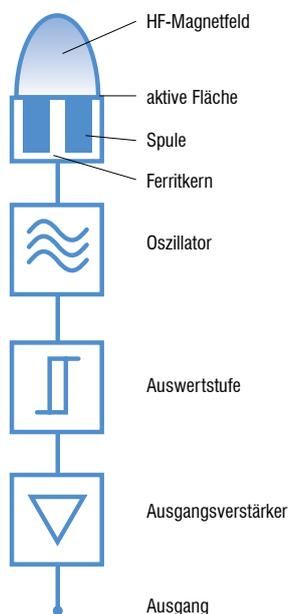
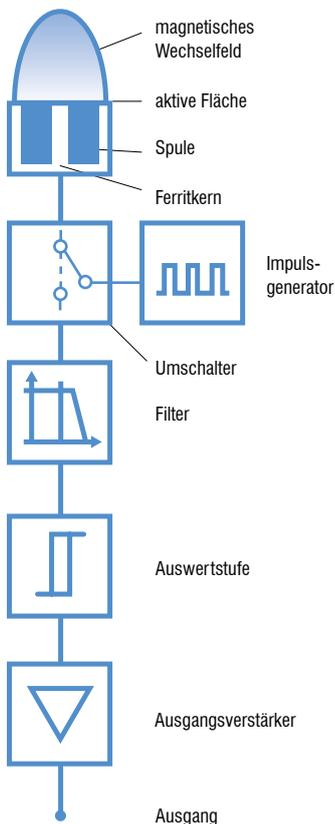
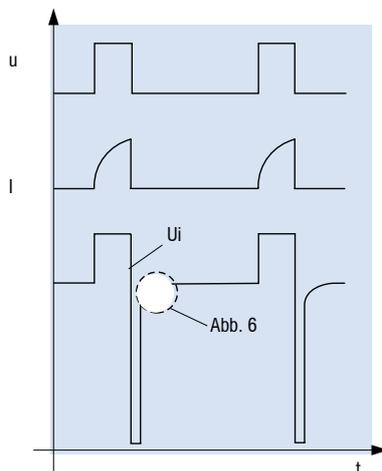
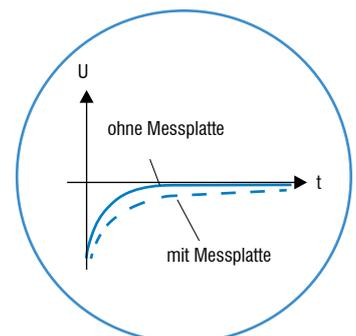

Abb. 1: Konventionelle Technologie induktiver Sensoren wie sie in der Classics-Familie zum Einsatz kommt
Abb. 4: Sensoren der Full Inox-Familie arbeiten nach dem Condnet®-Verfahren mit Impuls-generator statt Oszillator
Abb. 5: Entwicklung der wichtigsten Signale
Abb. 6 (Detail Abb. 5): Einfluss eines Objekts auf das gemessene Signal
In **Classics**-Sensoren wird durch die Spule eines konventionellen Schwingkreis-Oszillators ein hochfrequentes Magnetfeld erzeugt, das an der aktiven Fläche austritt. Ein metallischer Gegenstand, der sich in diesem Feld befindet, entzieht ihm Energie, was von der eingebauten Elektronik erkannt und ausgewertet wird (Abb. 1).
**Full Inox**-Sensoren arbeiten ebenfalls nach dem induktiven Verfahren. Allerdings wird die das magnetische Feld erzeugende Spule nicht als Teil eines Oszillators eingesetzt (Abb. 4). Vielmehr wird das Feld durch periodische, kurze Sendestromimpulse, die durch die Spule fließen, erzeugt (Abb. 5). Das Feld induziert im zu erfassenden Objekt eine Spannung, die ihrerseits in diesem Objekt einen Stromfluss erzeugt. Nach dem Abschalten des **Sendestromimpulses** klingt der Strom im Objekt ebenfalls ab, wodurch jetzt in der Sendespule eine **Spannung rückinduziert wird** (Abb. 6).
**Zwei-Draht** DC, AC/DC und NAMUR Sensoren sind auf der **Classics**- (Abb. 1) Technologieplattform aufgebaut und umfassen Grössen von  $\varnothing 3$  mm bis M30 sowie eine  $5 \times 5$  mm quaderförmige Ausführung. Die Geräte sind für bündigen oder nicht bündigen Einbau und der Anschluss erfolgt mittels Kabel oder Stecker. Mit einem Schaltabstand von bis zu 15 mm gewährleisten Contrinex 2-Draht-Sensoren der Reihe **2-Draht** eine optimale Anlagenauslastung.
Für die Doppelblecherkennung werden Sensoren aus der **Full Inox**- (Abb. 4) Familie verwendet. Ihr Induktivverfahren ermöglicht es, zwischen einem oder zwei leitenden Blechen einer definierten Stärke zu unterscheiden und zwar bei einer Empfindlichkeit von 0,8 bis 1,2 mm pro Blech. Diese Unterscheidung hilft bei der Vermeidung des doppelten Einzugs in Stanz- und Umformprozesse, wodurch Werkzeugschäden verringert werden. Die einteilige Edelstahl-Konstruktion dieser Sensoren macht sie zu den langlebigsten auf dem Markt. Sie halten Kollisionen stand, die eine häufige Gefahr bei Doppelblecherkennungs-Applikationen in der Nähe von bewegendem Stahlblech sind: Ausfallzeiten werden somit minimiert.
Die von DNV zertifizierte **Maritime** Baureihe bündig einbaubarer Induktivsensoren bietet konkurrenzlose Leistungsmerkmale auf Basis der **Full Inox**-Technologie (Abb. 4). In einteiligem Edelstahlgehäuse V4A/AISI 316L mit Schutzart IP68/IP69K sind sie nicht nur dicht, sondern auch korrosionsbeständig und salzwasserresistent. Ihr EMV-Schutz erfüllt auch spezifische maritime Anforderungen, insbesondere hinsichtlich Stromversorgungsschwankungen und Niederfrequenz-Immunität. Sie bieten die am Markt längste Lebensdauer für einen Induktivsensor, sogar in den rauesten Meeresumgebungen.
Washdown-Sensoren sind in der konventionellen **Classics**-Technologie (Abb. 1), Grösse M12 oder **Full Inox**-Technologie (Abb. 4), Grösse M12, M18 und M30 erhältlich. Full Inox-Typen haben ein völlig undurchlässiges einteiliges Gehäuse aus Edelstahl (V4A/AISI 316L), einschliesslich der Sensorfläche. Sie sind daher sehr beständig gegen ätzende Chemikalien, die für Reinigungs- oder Abwaschprozesse verwendet werden.